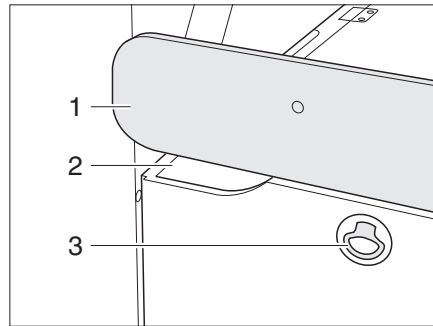

Bild 30 Sitzbank
▷ Nicht an der Blende (Bild 30,1) ziehen.
■ Am Griff (Bild 30,2) unter der Blende die Verlängerung ausziehen.
*Stauraumklappe öffnen:* ■ Durch Ziehen an der Verriegelung (Bild 30,3) die Stauraumklappe öffnen.